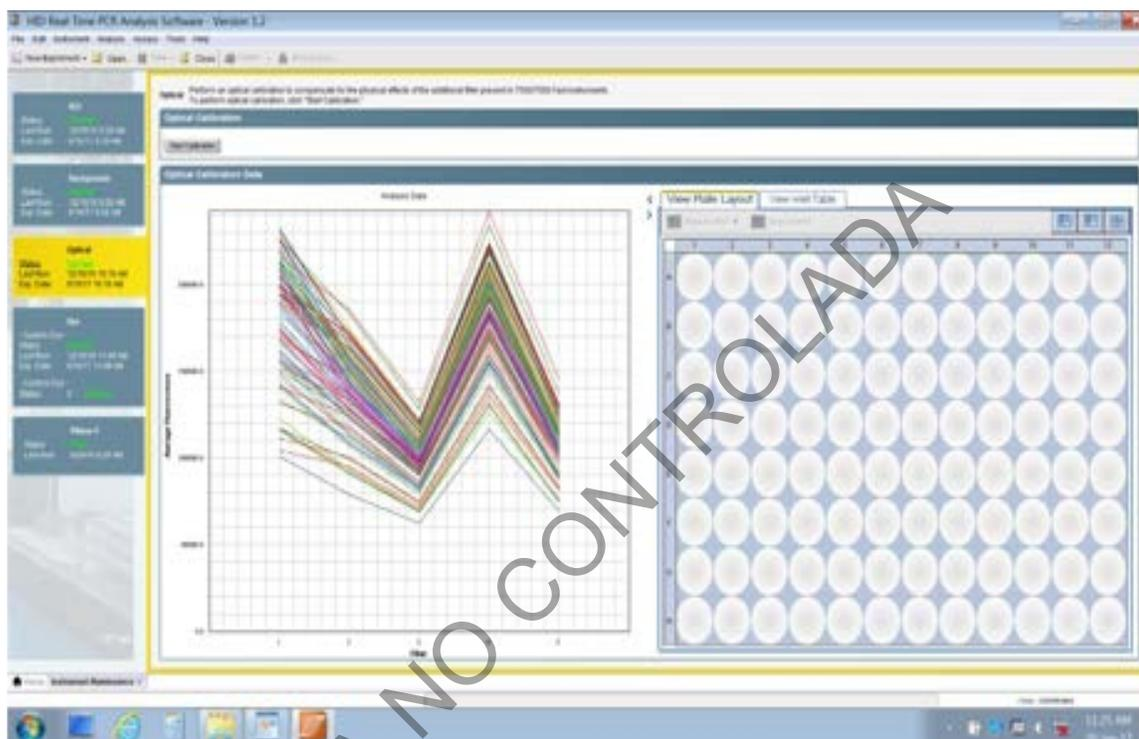

Figura 26. Pantalla con las diferentes opciones de calibración, mostrando la alternativa de Optical
7.4.3.3 Seleccione la opción **Optical** que aparece en el menú de la izquierda de la pantalla y seleccione **Start Calibration**. Ver figura 26